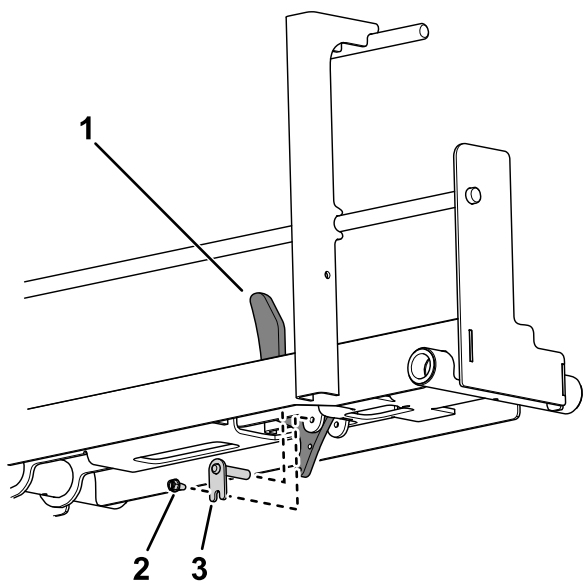

Figure 12
4. Utilisez des goupilles à arrêt et une vis à tête hexagonale pour fixer la butée de roue sur la rampe (Figure 12).